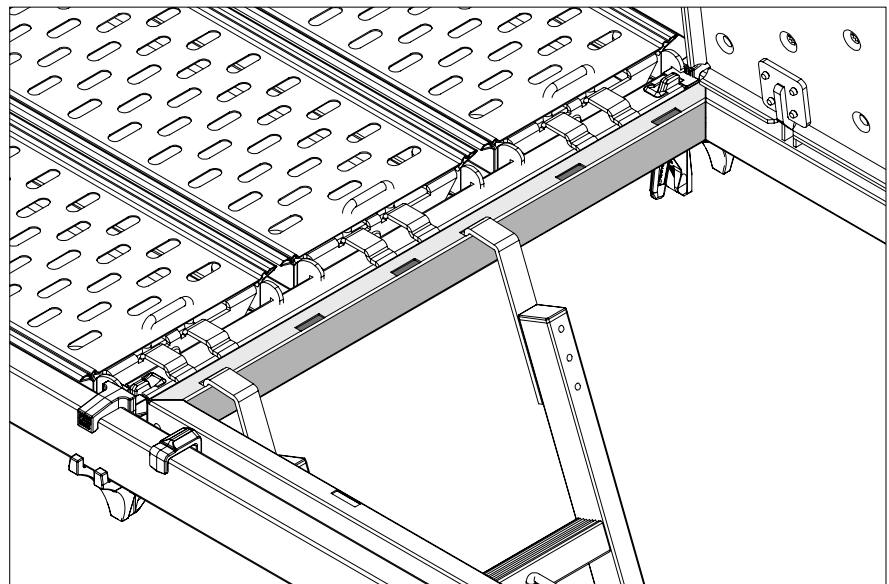

Abb. A8.06
2. Leiter in die Durchstiegsöffnung heben und Leiterhaken in die vorgesehenen Öffnungen (**63.1**) im Rahmenprofil einhängen. (Abb. A8.06)